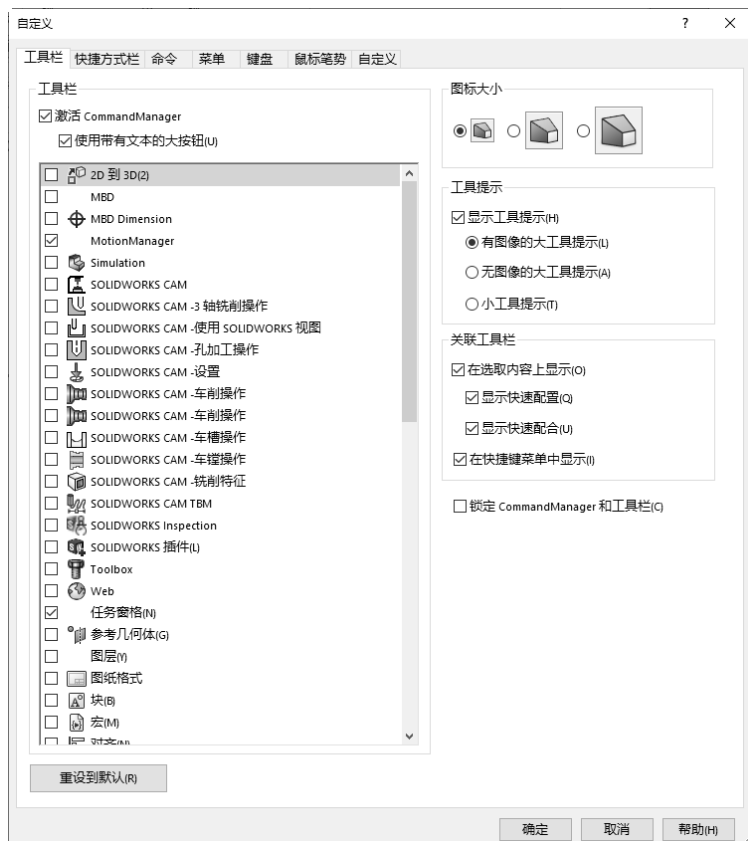

图 1-33 “自定义”对话框
(1) 执行命令。选择菜单栏中的“工具”→“自定义”命令，或者在工具栏区域右击，在弹出的快捷菜单中选择“自定义”命令，此时系统弹出如图 1-33 所示的“自定义”对话框。